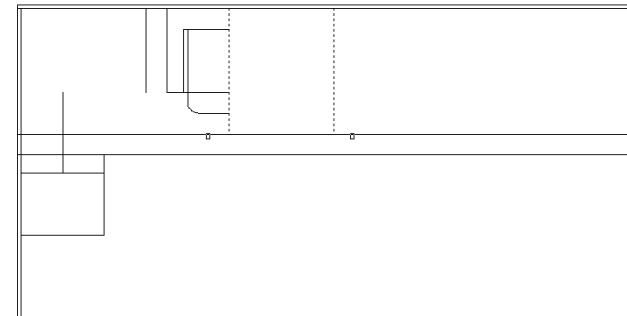

Рис. 4.26 ▼ Точки выбора вспомогательной линии для ее отсечения
- Запустите инструмент **Обрезать** (Trim), выберите в качестве секущих ребер только что продленные линии, а затем щелкните на верхней вспомогательной линии в местах, показанных на рис. 4.26. После удаления лишних сегментов линии завершите команду **Обрезать** (Trim) нажатием **Enter**.